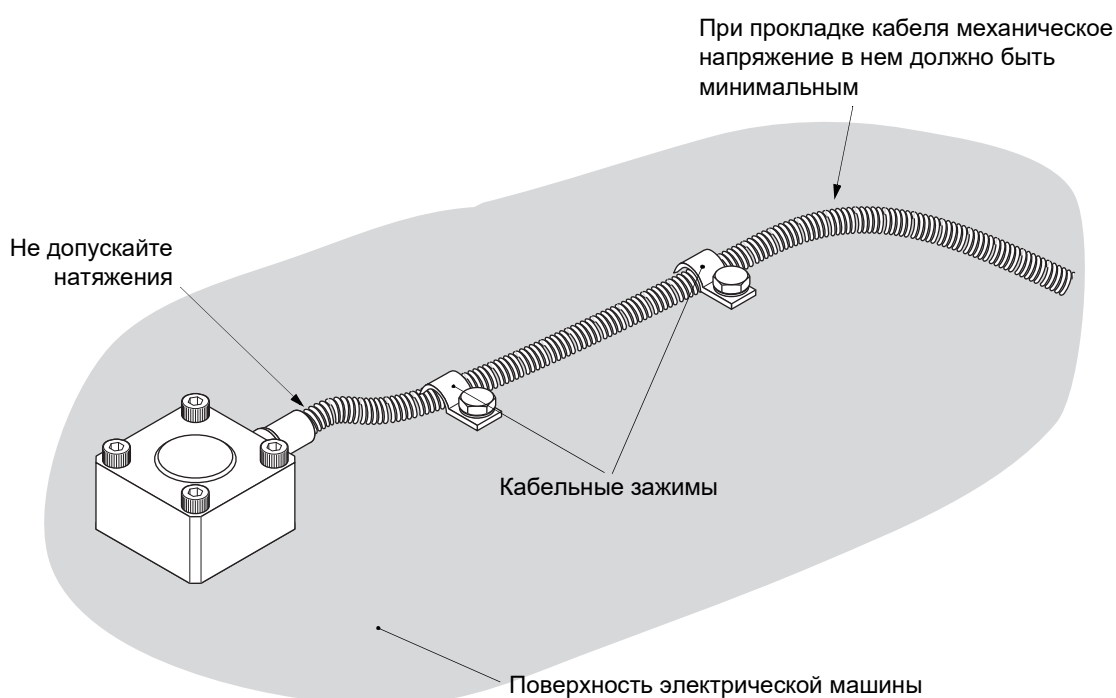

Рис. 3-4. Монтаж малошумящего кабеля в мягкой оболочке
- 1- Закрепите кабель зажимом как можно ближе к пьезоэлектрическому акселерометру, стараясь не создавать в нем механического напряжения (см. рис. 3-4).